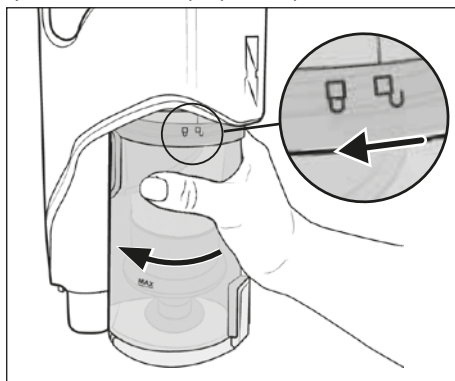

Fig. 16
- 1) Pour extraire le bac à poussière **7** de l'appareil, tournez-le dans le sens du symbole  (ouvrir) jusqu'à ce qu'il se détache de l'appareil (voir fig. 16).